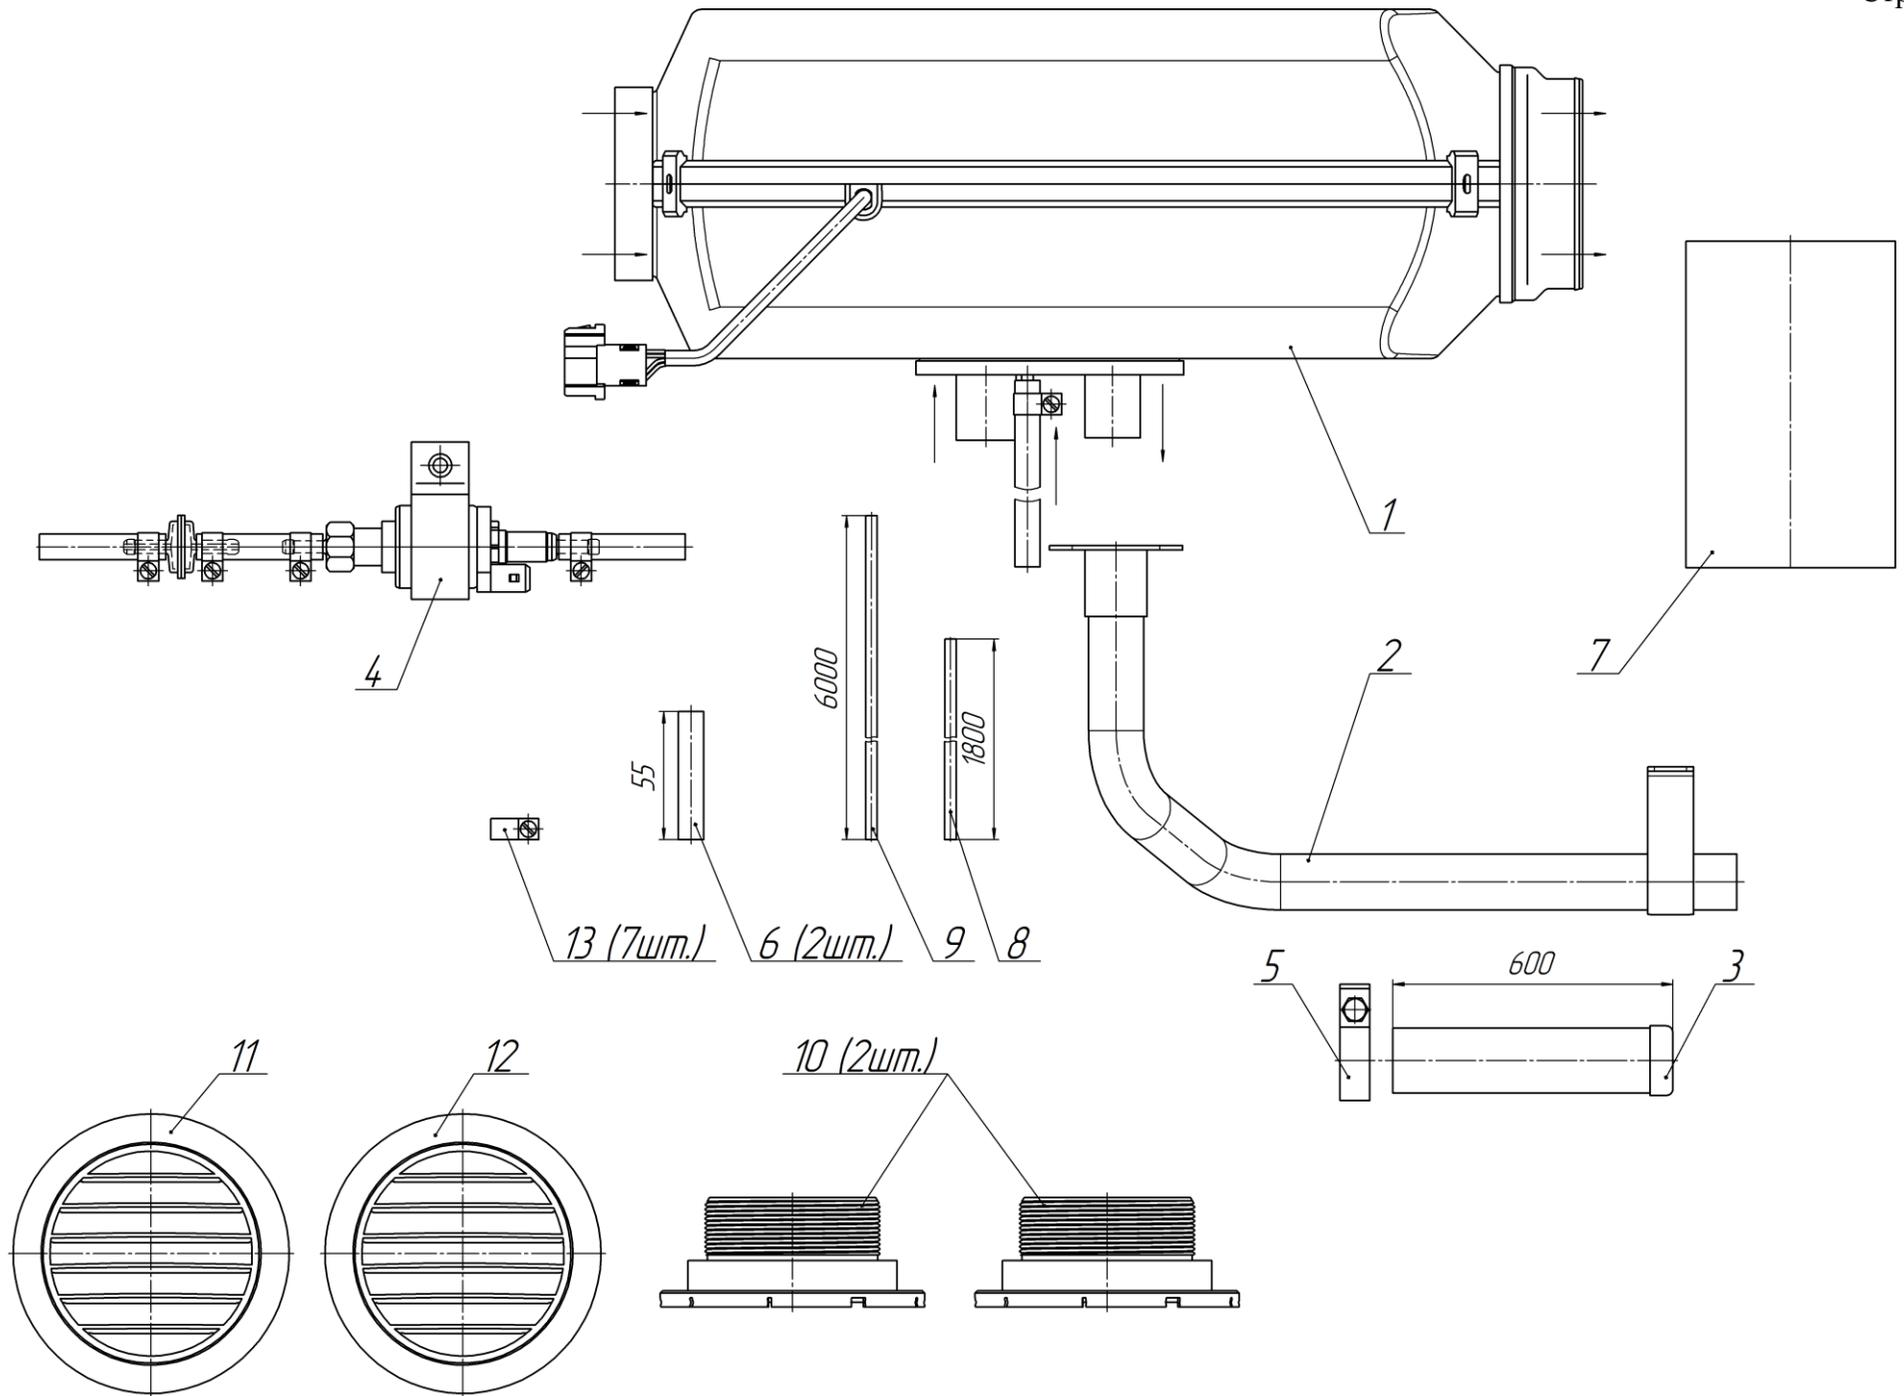

Рис.1- Схема деления отопителя
- 1) Состав **отопителя воздушного** согласно схеме деления изделия, на составные части – рис. 1 и перечню деталей и сборок – таблица 1.